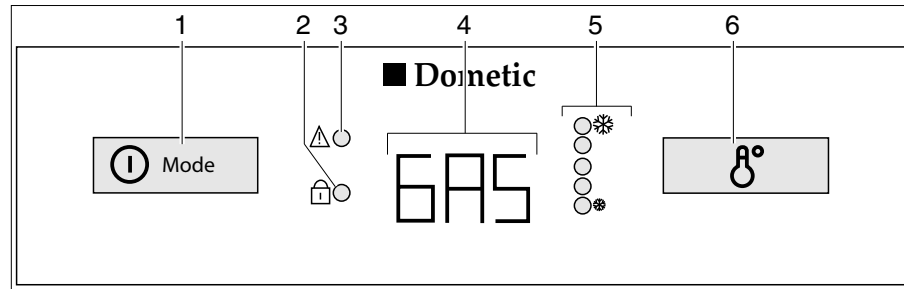

Fig. 340 Boutons de commande pour le réfrigérateur (Dometic Série 8 avec AES)
En cas de dysfonctionnement, l'indicateur DEL de dysfonctionnement "⚠" (Fig. 340,3) clignote.
Lorsque l'alimentation 230 V n'est **pas** branchée et le moteur du véhicule est à **l'arrêt**, le AES choisira automatiquement l'alimentation en gaz. Dès que le fonctionnement au gaz est activé, la veilleuse de sécurité s'ouvre automatiquement, de sorte que le gaz peut arriver au brûleur. En même temps, l'allumage électronique est connecté. Si la flamme s'éteint, p. ex. en raison d'un courant d'air, l'allumage s'active automatiquement et rallume le gaz. En cas de dysfonctionnement du régime au gaz, le texte "GAS" clignote dans le voyant de contrôle (Fig. 340,4).
Lorsque le réfrigérateur est mis en marche, il choisit automatiquement la température moyenne du thermostat. Ce réglage peut cependant être corrigé manuellement à l'aide d'interrupteur réglage de la température (Fig. 340,6). Les indicateurs DEL (Fig. 340,5) indiquent le réglage du thermostat sélectionné. La température de réfrigération de tous les trois types d'énergie est réglée par le même interrupteur. Il faudra attendre quelques heures jusqu'à ce que le réfrigérateur ait atteint sa température normale de réfrigération. Il garde toutefois son réglage de température lorsqu'on change d'un mode à un autre. La température de réfrigération est maintenue indépendamment du type d'énergie choisi.
- Appuyer sur le commutateur/sélecteur de source d'énergie (Fig. 340,1) pendant 2 secondes pour mettre l'appareil en marche. Le dernier mode de fonctionnement sélectionné est indiqué dans le voyant de contrôle (Fig. 340,4).
- Choisir le type d'énergie à l'aide du commutateur/sélecteur de source d'énergie (Fig. 340,1).
- Régler la température de refroidissement sur l'interrupteur de réglage de la température (Fig. 340,6). Les indicateurs DEL (Fig. 340,5) indiquent le réglage du thermostat sélectionné.
- Appuyer pendant 2 secondes sur le commutateur/sélecteur de source d'énergie (Fig. 340,1). Tous les indicateurs s'éteignent.